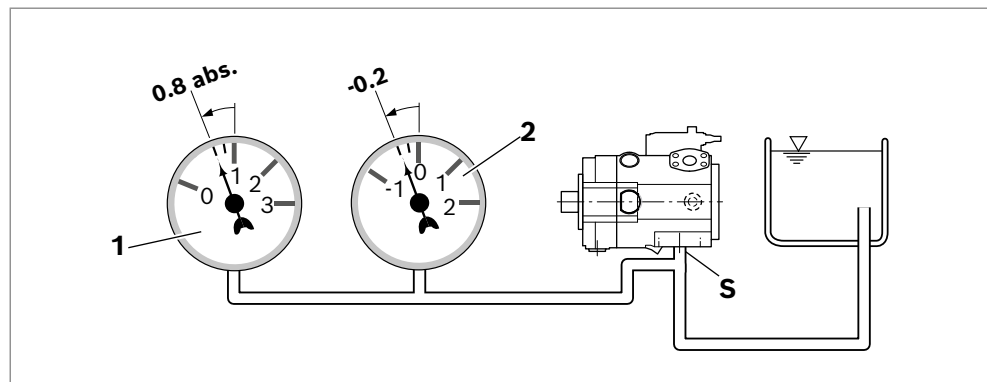

Abb. 8: Saugdruck
- ▶ Stellen Sie sicher, dass für die Axialkolbenpumpe in allen Einbaupositionen und Einbaulagen im Betrieb und bei Kaltstart ein minimaler Saugdruck von 0.8 bar absolut (ohne Ladepumpe) bzw. 0.7 bar absolut (mit Ladepumpe) am Anschluss **S** vorliegt, siehe Abb. 8. Weitere Druckwerte siehe Datenblatt.